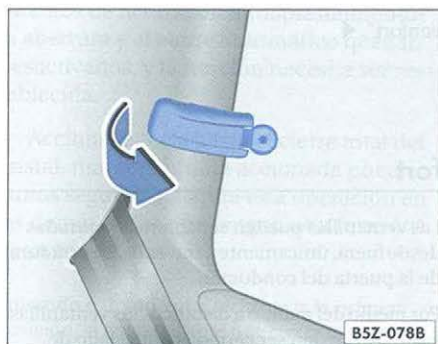

Fig. 48 Palanca de bloqueo de la ventanilla anti-bleaje
– Tire de la palanca de bloqueo en el sentido de la flecha ⇒ fig. 48 y empújela hacia afuera hasta que se trabase con la ventanilla totalmente abierta.